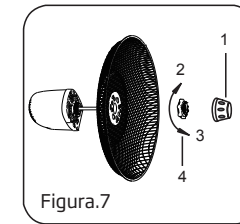

Figura.7
1. Desparafuse o spinner no sentido horário (ou retire o spinner do saco) e a porca de plástico no sentido anti-horário para remover os dois. Fixe a grade traseira no motor e, em seguida, aperte a porca de plástico novamente. (Figura.7)